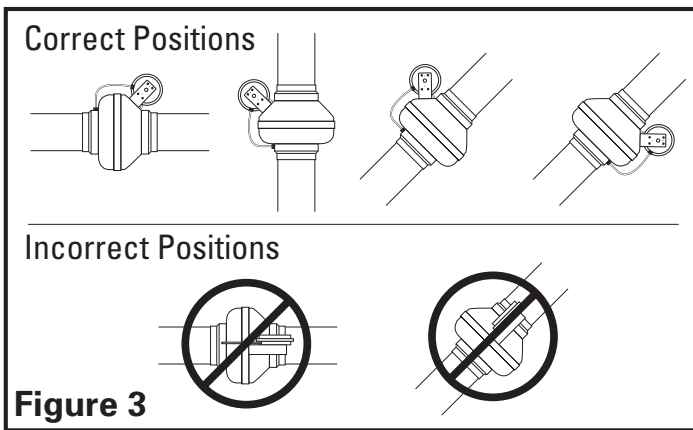
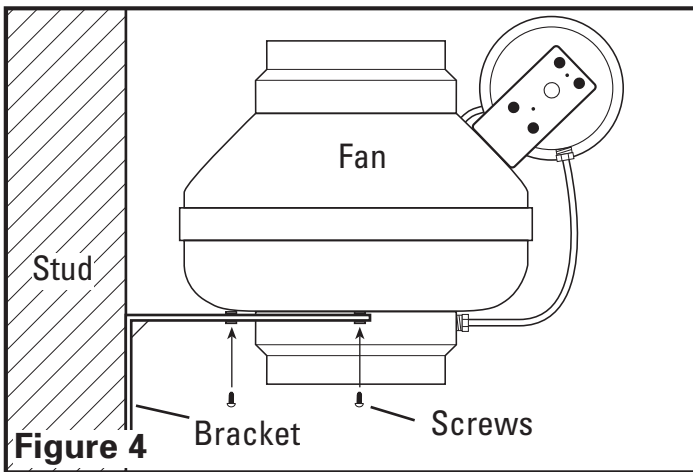

Figure 3
Figure 4
3. **Mounting the Fan:** For proper operation, the switch diaphragm must be positioned vertically (**Figure 3**). Wiring box should be positioned for easy access. Attach fan to the mounting bracket with the self tapping screws provided. Care should be taken not to strip the plastic housing. Although screw pilot holes are not required, 3/32" (or smaller) pilot holes are recommended (**Figure 4**).
3. **Montage du ventilateur :** Pour une opération adéquate, le diaphragme de l'interrupteur doit être positionné verticalement (Figure 3). La boîte de câblage doit être positionnée pour un accès facile. Fixer le ventilateur au support de montage avec les vis autotaraudeuses comprises. On doit prendre bien soin de ne pas dénuder le cabinet de plastique. Bien que des avant-trous pour les vis ne sont pas requis, des avant-trous de 25 mm (ou plus petits) sont recommandés (Figure 4).